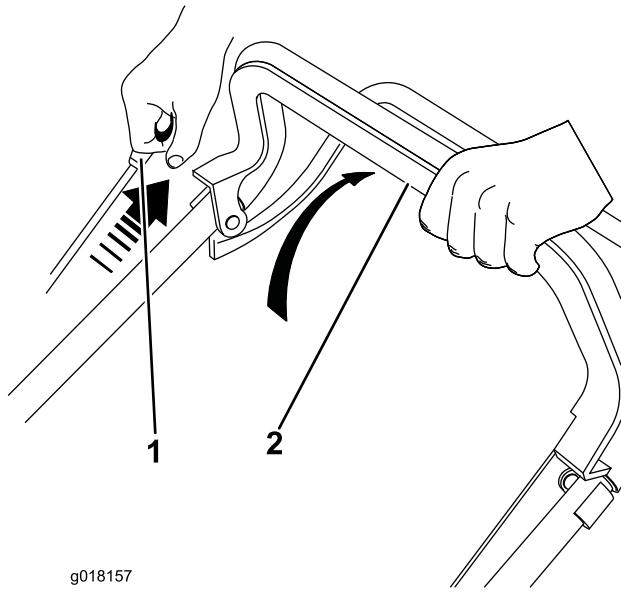

Bild 12
- Halten Sie den Schaltbügel gegen den Bügel gedrückt (Bild 12).
- Ziehen Sie am Rücklaufstartergriff (Bild 12).